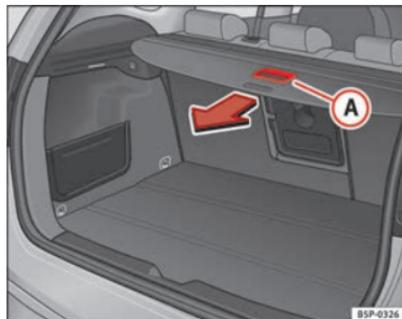

Fig. 125 Accionamiento bandeja portaobjetos
- Tire hacia atrás de la bandeja con el tirador  hasta percibir un “clic” ⇒ fig. 125. ▶